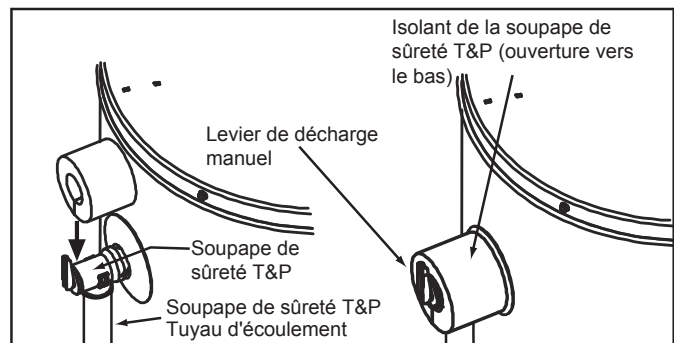

Figure 10
Repérez la soupape de sûreté température et pression (souvent appelée soupape de sûreté T&P), voir Figure 10).
2. Séparez délicatement ces deux parties et placez le morceau d'isolant sur la soupape de sûreté T&P, voir Figure 10). Appuyez légèrement sur l'isolant afin qu'il entre bien en contact avec la soupape de sûreté T&P. Une fois l'isolant bien ajusté, fixez-le en place à l'aide de ruban à conduit, électrique ou l'équivalent.
Important: l'isolant ou le ruban ne doit pas bloquer l'ouverture de décharge de la soupape ou l'accès au levier de décharge (Figure 10). Assurez-vous que le tuyau d'écoulement est correctement inséré dans l'ouverture de la soupape de sûreté T&P, comme décrit dans ce manuel.